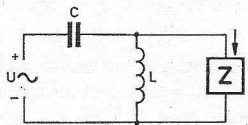

Fig. 7
③ In fig. 7 kunnen de spoel en de condensator als verliesvrij worden beschouwd.  $u$  is een sinusoidale spanning met een hoekfrequentie  $\omega$ .